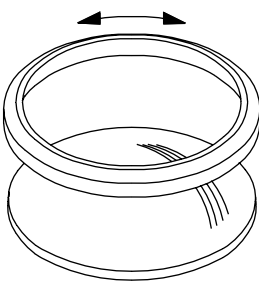

Fig.6-14.2 Mouvement de rodage
3. Roder le nouveau siège sur le secteur sphérique. Ajouter une pâte à roder et frotter le siège et le secteur sphérique l’un contre l’autre, jusqu’à obtention d’une surface de contact mate (→ Fig. 6-14.2).
Cette section se réfère uniquement aux vannes à siège métallique HiCo. Roder le secteur sphérique sur le nouveau siège. Utiliser une pâte à roder et frotter le siège en alternant le sens de rotation, jusqu'à ce que les deux surfaces deviennent matte (→ Fig.6-14.2).